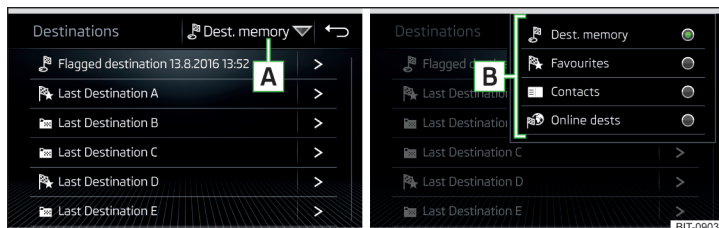

Fig. 216 Liste des destinations enregistrées / sélectionner les catégories des destinations enregistrées
- ▶ Appuyez sur la touche de fonction [A] » fig. 216 et sélectionnez l'une des catégories de destinations enregistrées suivantes [B] » fig. 216.